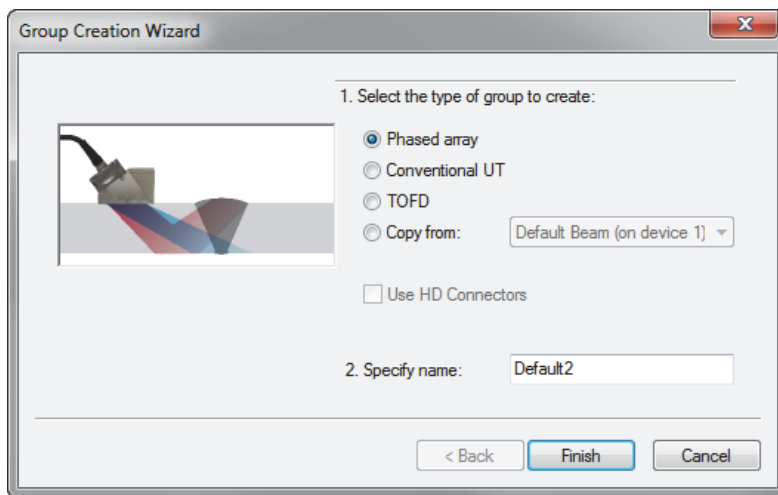

図 4-4 [Group Creation Wizard] ダイアログボックス
2. 表示された [Group Creation Wizard] ダイアログボックスで（105 ページの図 4-4）、次の手順に従います。